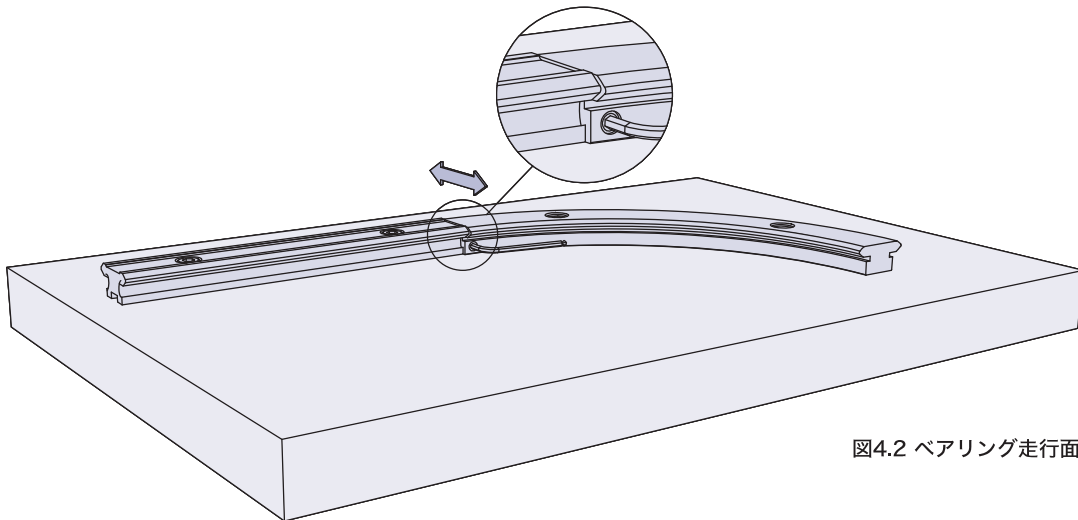

図4.2 ベアリング走行面の位置調整
- 4.2 調整ネジを使用し曲線レール位置の微調整を行い、レールつなぎ部の軌道面を調整してください。(図4.2)